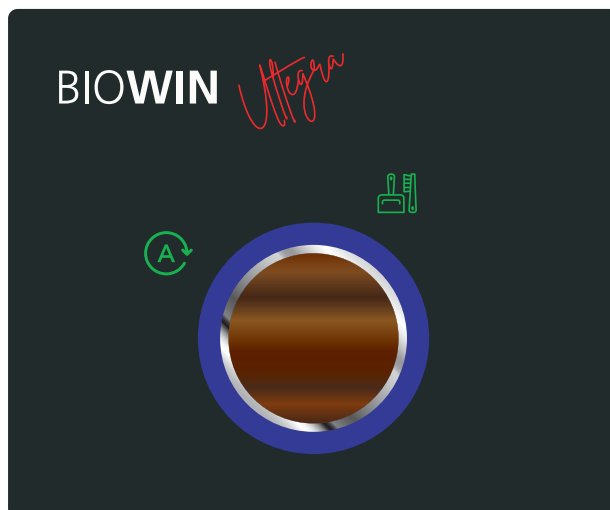
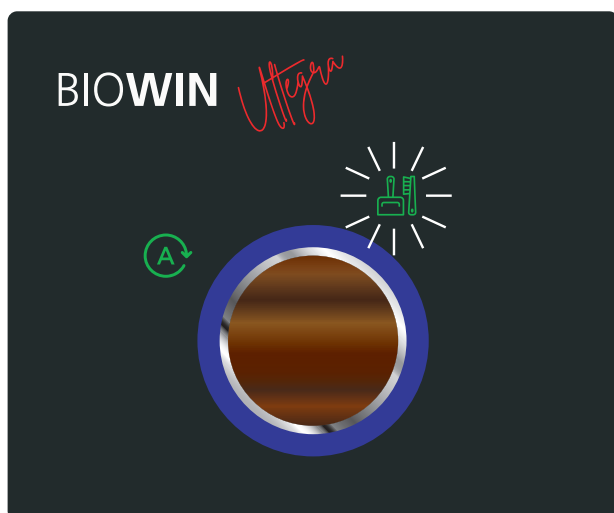

Fig. 40
Fig. 41
- ▶ Ruotare il pulsante myMagic sul simbolo della pulizia , il simbolo diventa verde – Fig. 40. Tenere premuto il pulsante myMagic per circa 3 secondi  il simbolo lampeggia (Fig. 41) e poi si riaccende fisso – Fig. 42. La pulizia è confermata.